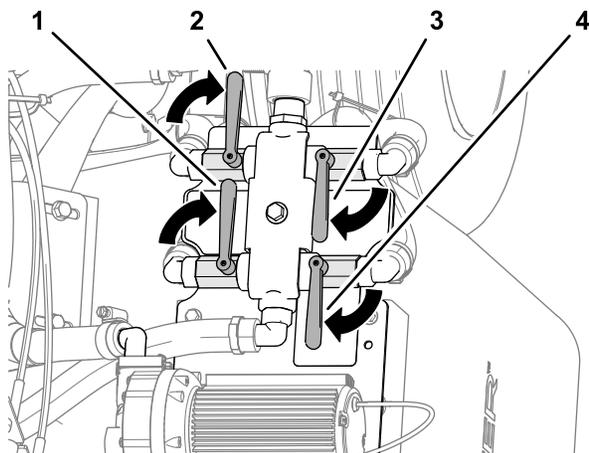

Figure 50
1. Tournez les vannes de retour et d'aspiration des cuves gauche et droite à la position fermée (Figure 50).